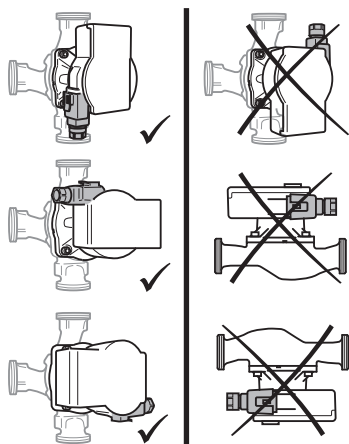

Fig. 2: Positions de montage
- Choisir un emplacement de montage conforme à la position de montage autorisée (Fig. 2).
- Respecter la position de montage autorisée (Fig. 2) pour le circulateur, le cas échéant, faire pivoter la tête du moteur (2 + 6).
- Orienter la vanne d'arrêt supérieure de manière à ce que l'eau qui s'échappe ne goutte pas sur l'automatisme de commande (6).**
- Maintenir la tête du moteur (2 + 6) et dévisser les 4 vis du corps (5).
- Respecter la position de montage autorisée (Fig. 2) et la flèche de sens d'écoulement figurant sur le corps du circulateur (1).
- Visser les 4 vis du corps (5).